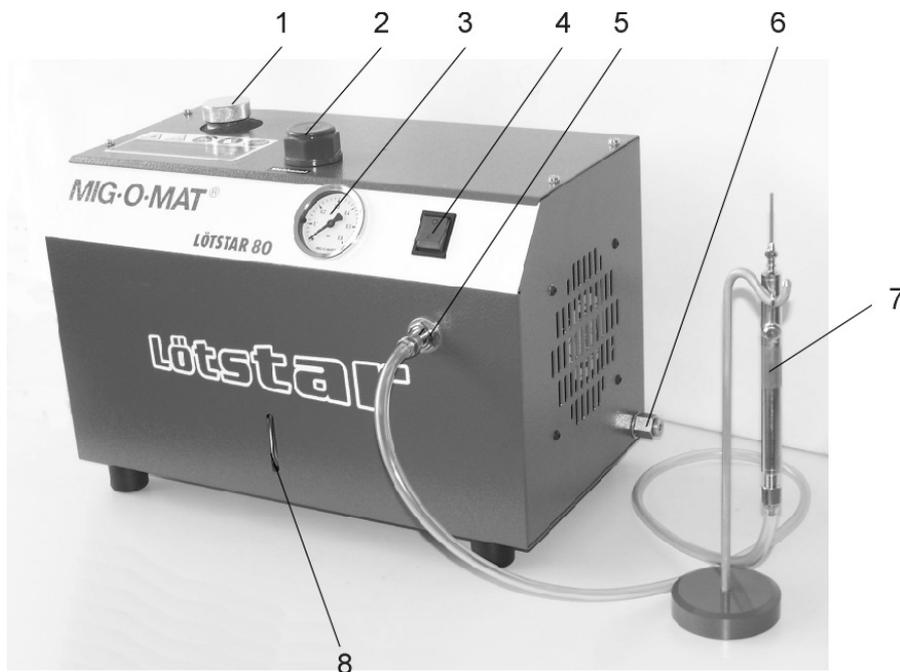

Abb. 1 : Lötstar 80 - Ansicht von vorn
2. Aufbau und Wirkungsweise (Abb. 1 bis 3)
Das Gerät wird am Hauptschalter (Pos. 4, Abb.1), der als Wippenschalter ausgeführt ist, eingeschaltet. Die Schalterkontrollleuchte leuchtet auf. Das Gerät beginnt sofort mit der Gasproduktion.
Nach dem Auspacken des Gerätes ist das Elektrolyt aus der gekennzeichneten 2-Liter-Flasche in den Einfüllstutzen, Pos. 1, Abb. 1, einzufüllen. Dazu verwenden Sie bitte den im Zubehör beigefügten Trichter. Beim Umgang mit dem stark ätzenden Elektrolyt beachten Sie bitte unbedingt die Hinweise des Abschnittes 1 dieser Bedienungsanleitung! Gießen Sie bitte die gesamte Menge des Elektrolyts vorsichtig in den Einfüllstutzen. Kleinere schwarze Partikel in der Elektrolytflüssigkeit sind normal und führen zu keiner Beeinträchtigung. Anschließend lassen Sie den im Zubehör beigefügten Glasschwimmer- mit dem dicken Ende zuerst – vorsichtig in den Einfüllstutzen gleiten. Die Schwimmerspitze wird etwa 3 bis 5 mm oberhalb des Stutzenrandes stehen.
In den Einfüllstutzen des Boosters, Pos. 2, Abb.1, wird die in der entsprechend gekennzeichneten Flasche mitgelieferte Verdampferflüssigkeit BLQ 1800 eingefüllt. Der Füllstand soll die Maximalmarkierung, Pos. 7, Abb.1, nicht überschreiten. Nach dem Befüllen Booster wieder mit der Verschlusschraube handfest verschließen.
Montieren Sie den mitgelieferten Gasschlauch zwischen den Gasausgang, Pos. 5, Abb. 1 und dem Griffstück, Pos. 7, Abb. 1.
- 6.2. Gerät am Hauptschalter (Pos. 4, Abb. 1) einschalten. Die Netzkontrolllampe im Schalter leuchtet auf. Das Gerät beginnt sofort mit der Gasproduktion. Der Druck am Manometer steigt bis das Gerät bei einem Druck von ca. 220 mbar selbsttätig die Gasproduktion unterbricht. Bleibt die Druckanzeige konstant auf diesem Wert stehen, ist das Gerät dicht. Fällt der Druck ab ist eine Undichtheit vorhanden. In diesem Fall prüfen Sie bitte, ob die Schraubverschlüsse des Reaktors und des Boosters fest angezogen sind, die Schlauch am Gasausgang des Gerätes und am Griffstück korrekt befestigt ist und ob das Ventil des Griffstückes geschlossen ist. Erst wenn das Gerät dicht ist, darf die Arbeit begonnen werden!
- 8.2 Gerät am Hauptschalter (Pos. 4, Abb. 1) ausschalten.
- 8.3 Die Düse vom Griffstück abnehmen. Das Ventil am Griffstück öffnen bis die Druckanzeige (Pos.3, Abb. 1) auf Null steht. Danach das Ventil wieder schließen!
Dazu ist das Gerät am Hauptschalter (Pos. 4, Abb. 1) auszuschalten. Das Ventil am Griffstück ist zu öffnen bis die Druckanzeige (Pos.3, Abb. 1) auf „Null“ steht. Nun das Ventil am Griffstück wieder schließen. Die Schraubkappe am Einfüllstutzen (Pos. 1, Abb. 1) öffnen. Der Schwimmer soll bündig mit dem Stutzenrand abschließen. Ist die Spitze des Schwimmers unterhalb des Stutzenrandes abgesunken, so ist mit Hilfe des mitgelieferten Trichters destilliertes Wasser nachzufüllen. Je Zentimeter Abstand der Spitze des Schwimmers vom Stutzenrand wird ca. 125 ml destilliertes Wasser nachgefüllt. Dabei ist schrittweise zu verfahren und das Gerät zwischendurch jeweils für ca. 2 Minuten in Betrieb zu nehmen und den Füllstand erneut zu prüfen. Ist beispielsweise die Schwimmerspitze ca. 2 Zentimeter unterhalb des Stutzenrandes sichtbar, so sind zunächst 250 ml destilliertes Wasser nachzufüllen und nach einer Gasproduktion von ca. 2 Minuten der Füllstand zu prüfen. Gegebenenfalls ist noch etwas destilliertes Wasser nachzufüllen. Verschlusskappe des Einfüllstutzens wieder aufschrauben und handfest verschließen.
Beim Betrieb des Gerätes wird gleichzeitig die Verdampferflüssigkeit BLQ 1800 im Booster verbraucht. Vor Erreichen der min-Markierung an der Füllstandsanzeige (Pos. 9, Abb. 1) ist das Gerät, gemäß Abschnitt 8. außer Betrieb zu nehmen und BLQ 1800 in den Stutzen (Pos. 2, Abb. 1) des Boosters zu füllen. **Der Füllstand darf die Maximalmarkierung nicht überschreiten.** Anschließend die Verschlusskappe wieder fest verschließen.